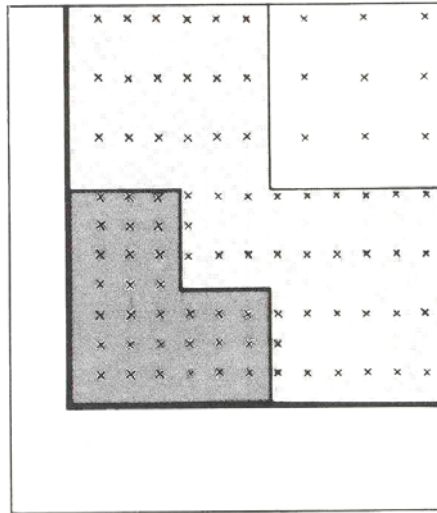

Рис. 7
4.2.1. Используя показатели ветровых нагрузок, наш технический отдел составит схему расположения крепежей клеммфикс (рис.7).